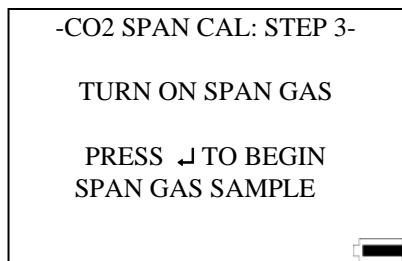

Abb. 4-8: Ansicht CO₂ Messbereichs-Kalibrierung: Schritt 3
- Drehen Sie das Messbereichskalibriergas auf (0,3 L/min), und bestätigen mit der ↵ Taste, um die Kalibrierung zu beginnen (Abb. 4-8).